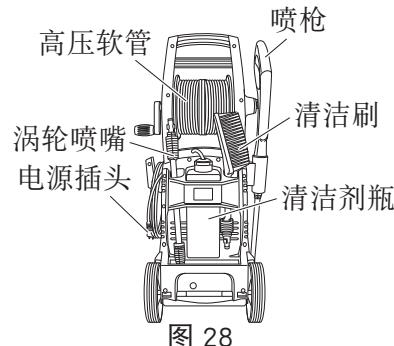

图 28
5. 清洗机使用后的整理和存放（图 28）
当不使用或要携带清洗机时，可以如图 28 中所示将附件放入清洗机内。